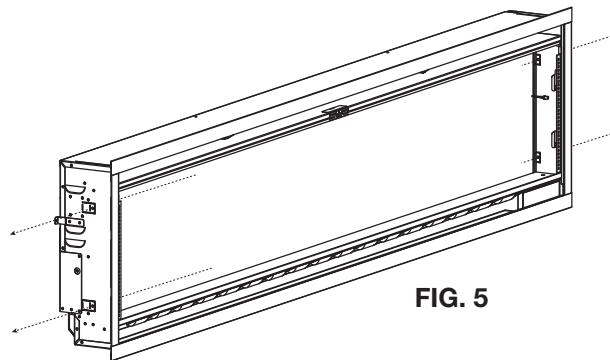

FIG. 5
8. Utilisez 4 vis pour fixer l'appareil dans le mur (FIG. 5). Ne pas trop serrez les vis.